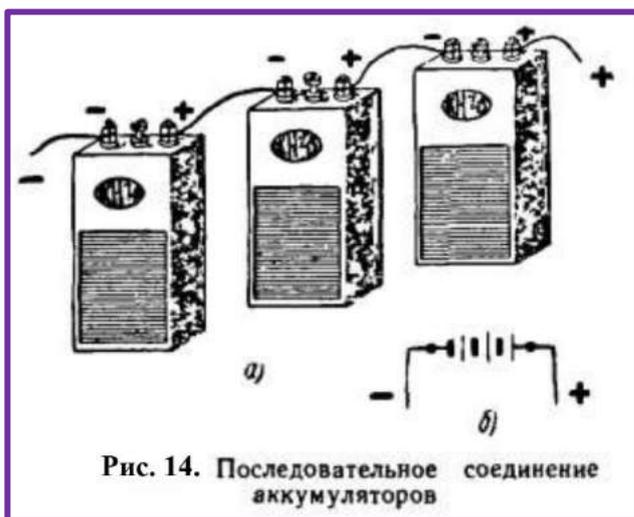

Рис. 14. Последовательное соединение аккумуляторов
1. Последовательное соединение источников ЭДС. На рис. 14, а представлено последовательное соединение трех аккумуляторов.
Схематически последовательное соединение трех аккумуляторов в батарею показано на рис. 14, б. Так как э. д. с. аккумуляторов в этом случае направлены в одну сторону, ЭДС всей батареи равна их сумме: